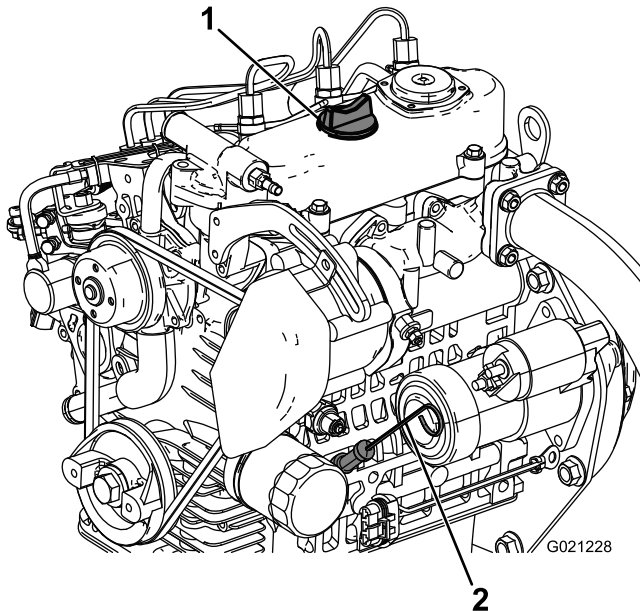

Bild 15
2. Nehmen Sie den Peilstab (Bild 15) heraus und wischen Sie ihn mit einem sauberen Lappen ab.
3. Stecken Sie den Peilstab in das Rohr und stellen Sie sicher, dass er vollständig eingeführt ist (Bild 15).
4. Entfernen Sie den Peilstab und prüfen den Ölstand (Bild 15).
5. Nehmen Sie bei einem niedrigen Ölstand die Öleinfüllverschlusskappe (Bild 15) ab und gießen Sie genug Öl ein, bis der Ölstand die Voll-Markierung am Peilstab erreicht.
6. Stecken Sie den Peilstab wieder fest ein (Bild 15).